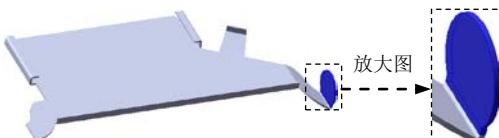
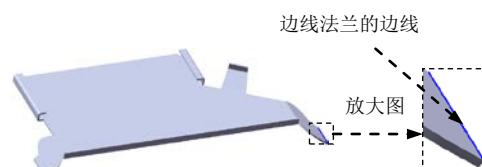

图 6.34 边线一法兰 6
图 6.35 边线法兰边线
Step15. 创建图 6.34 所示的钣金特征——边线一法兰 6。
(1) 选择命令。选择下拉菜单 **插入(I)** → **钣金(B)** → **边线法兰(E)...** 命令(或单击“钣金”工具栏中的“边线一法兰”按钮)。
(2) 定义特征的边线。选取图 6.35 所示的模型边线为生成的边线法兰的边线。